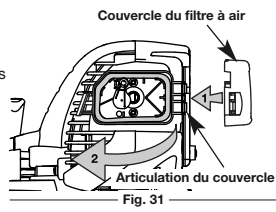

Fig. 31
7. Réinstallez le couvercle du filtre à air. Placez les crochets à droite du filtre à air dans les fentes à droite de la plaque arrière (Fig. 31, no. 1).
8. Pivotez le couvercle vers la gauche jusqu'à ce que la languette du couvercle du filtre s'enfonce d'un déclic dans la plaque arrière (Fig. 31, no. 2).